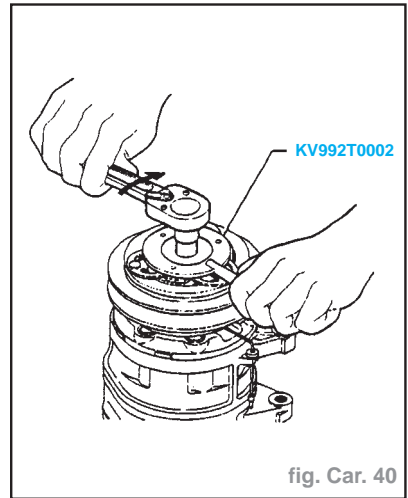

fig. Car. 40
- Utiliser un support pour éviter que le plateau d'entraînement ne tourne et serrer le boulon à un couple de **1,2 à 1,4 daN.m** (fig. Car. 40).